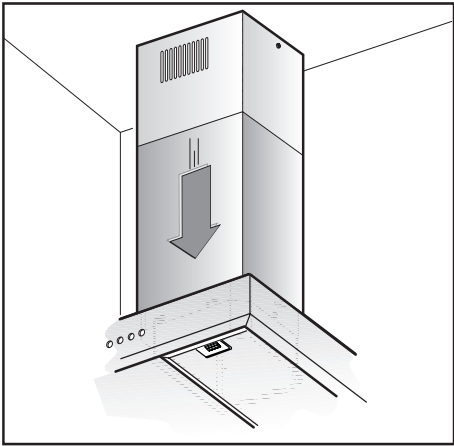

Fig.12
- Enlever le ruban adhésif **L** et poser le conduit de fumées inférieur sur le corps de la hotte (Fig.12).